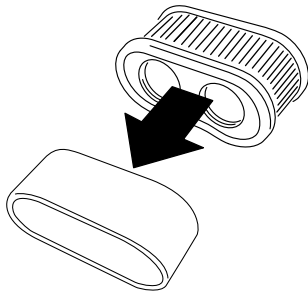

Figure 39
5. Retirez l'élément en mousse de l'élément en papier (Figure 39).